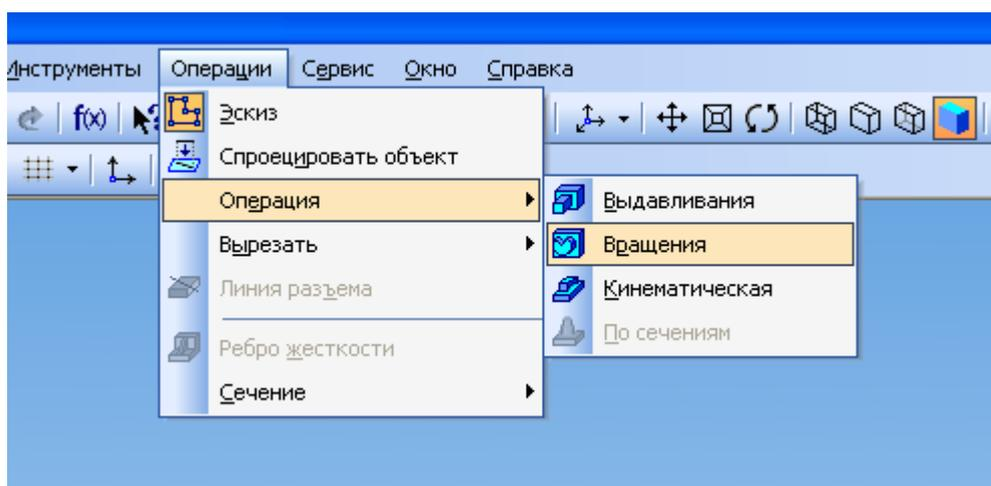

Рис. 11
10. Выполните операцию вращения  (рис.11).